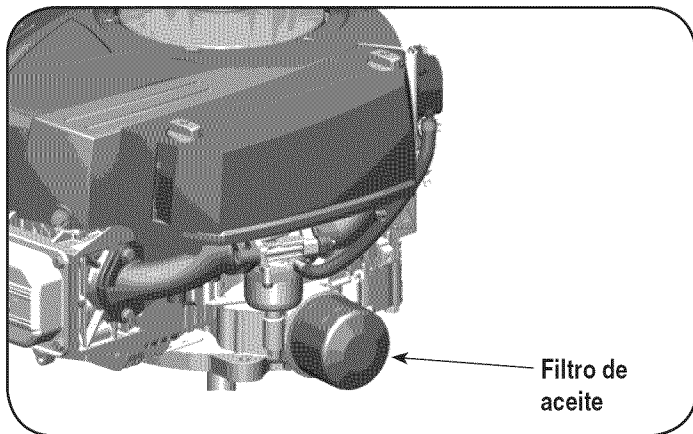

Figura 11
2. Retire la tapa de llenado de aceite / varilla medidora del tubo de llenado de aceite. Ver Figura 11.